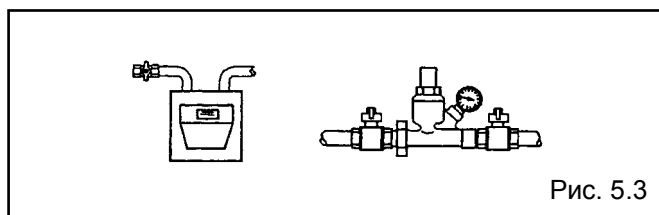

Рис. 5.3
- закройте краны подачи топлива и запорные краны гидравлической системы (рис. 5.3).